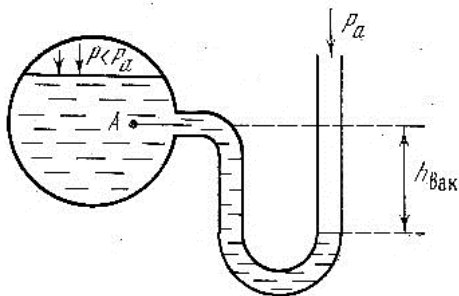

Рис. 2.2
2.10. Определите абсолютное давление в точке A если $h_{\text{вак}} = 0,6$ м, сосуд заполнен водой (рис. 2.2).
2.20. Абсолютное давление воды в точке A составляет $0,6$ бар, определите, каким будет показание вакуумметра $h_{\text{вак}}$ (рис. 2.2).